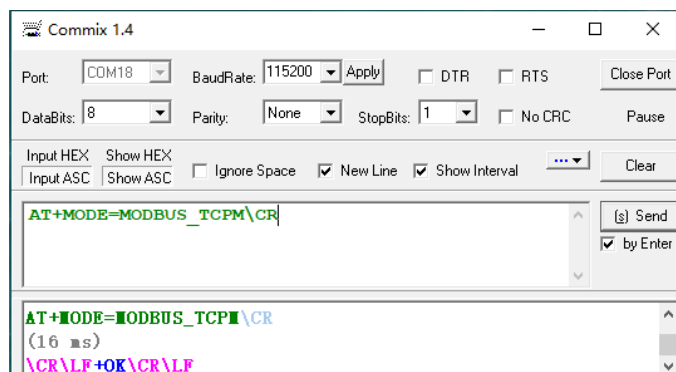

图 6-29 设置 MODBUS_TCPM 模式 AT 指令
1) 将模块设置为 MODBUS_TCPM 模式，端口设置为 5000。可通过 AT 指令和网页两种方式进行设置，以 AT 指令设置为例，如图 6-29 所示。具体 AT 指令模式进入操作请参考，AT 指令集部分。
2) 如图 6-29 所示，收到 “+OK”表明模块设置 MODBUS_TCPM 模式完成。然后退出 AT 指令模式，程序自动返回透传模式。